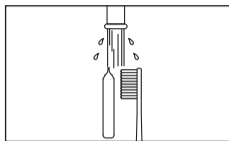

Fig. 14
- 3 Après avoir utilisé la clé, nettoyez toutes les surfaces externes de la clé avec une brosse à dents souple pendant 15 secondes ou plus. (FORZA+ X5) (Fig. 14)